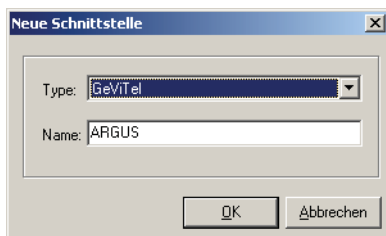

Abbildung 8-7: Dialog „Neue Schnittstelle“
- Sie werden aufgefordert den Schnittstellentyp mitzuteilen und eine Bezeichnung für die Schnittstelle zu vergeben. Wählen Sie „GeViTel“ als Schnittstellentyp. Im Rahmen der Beispielkonfiguration wurde als Bezeichnung „ARGUS“ gewählt (Abbildung 8-7).